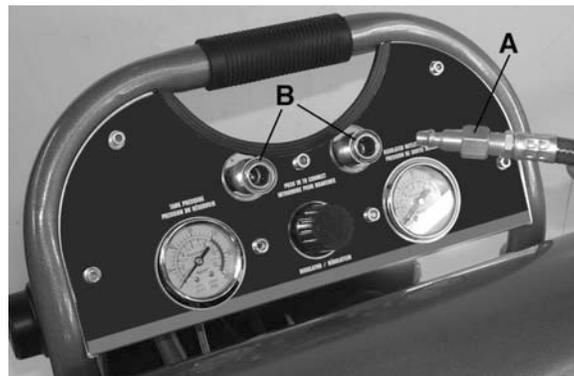

FIGURE 7
2. Branchez un boyau d'air ayant un raccord mâle de 1/4" (B) Fig.7 (non fourni) dans un des connecteurs rapide femelle (A). Tirez l'anneau du connecteur rapide femelle vers l'arrière et pousser le raccord mâle à l'intérieur jusqu'à ce qu'il soit fixé, relâchez l'anneau du connecteur rapide femelle. Raccordez un outil pneumatique ou un accessoire à l'autre bout du boyau d'air. Pour empêcher les fuites d'air, il est recommandé d'utiliser du ruran Teflon sur les filets du boyau d'air.